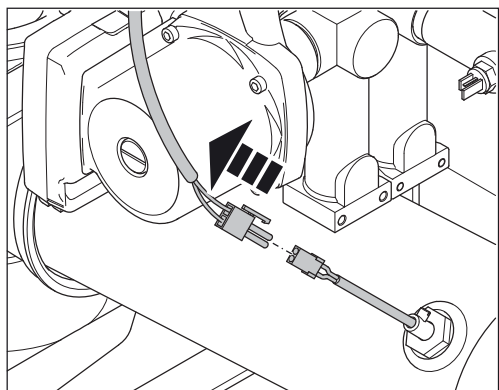

Fig. 6-12 Débranchement de la connexion par broche du capteur de température des fumées
1. Enlevez le capot d'isolation acoustique et retirez le revêtement de la chaudière. Enlevez la broche sur le câble (fig. 6-12).